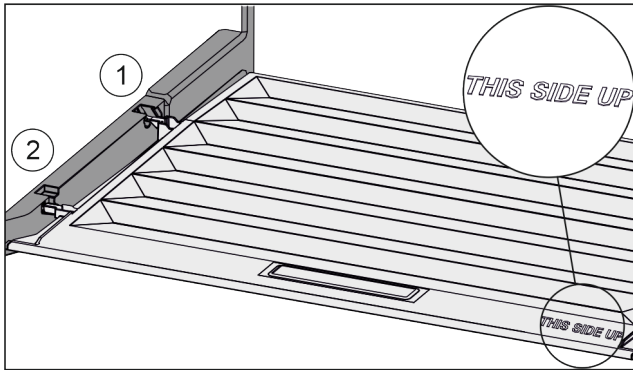

Fig. 40
- ▶ Вставити поперечні ребра через отвір заднього тримача Fig. 40 (1) і зафіксувати спереду у тримачі Fig. 40 (2).